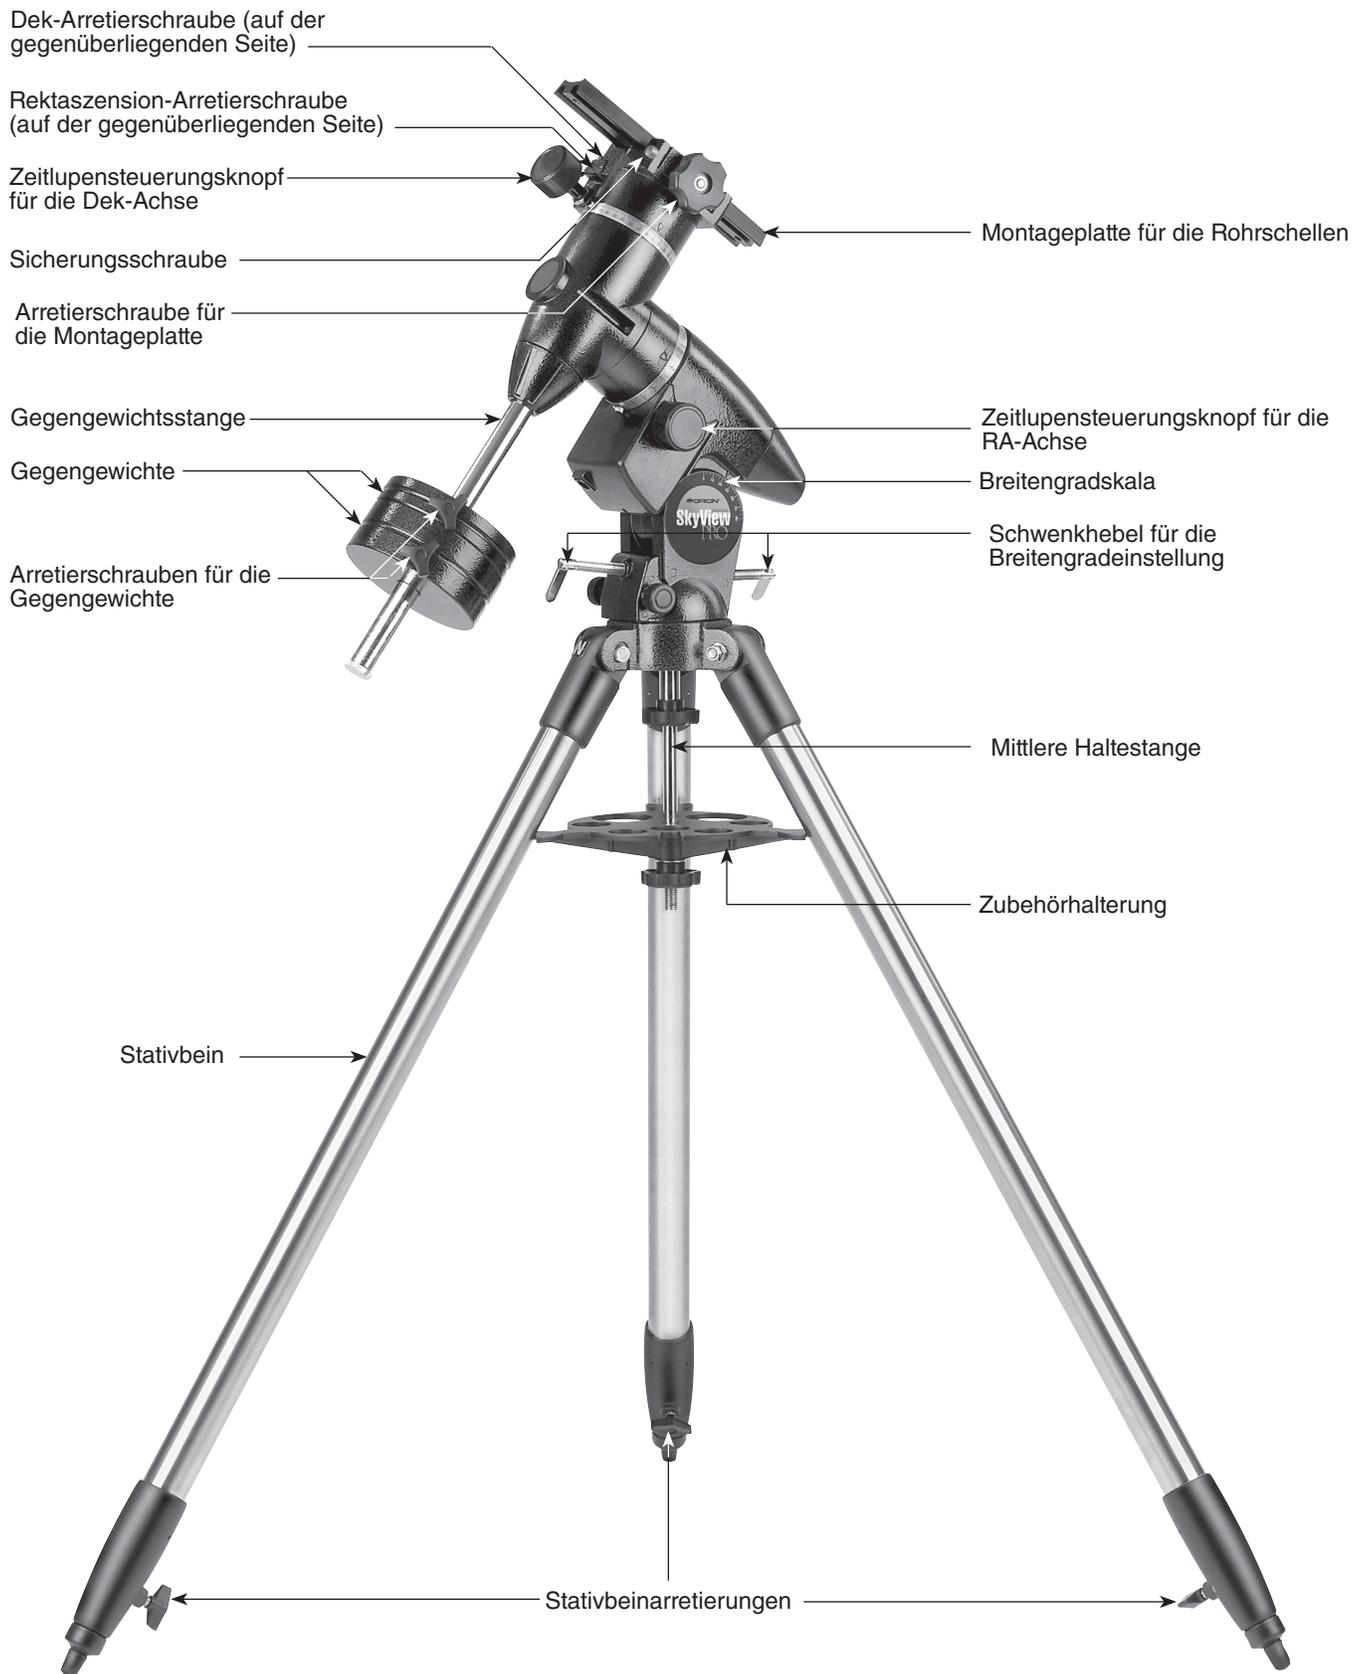

Abbildung 1. Die SkyView Pro EQ-Montierung.
4. Schrauben Sie die Schwenkhebel für die Breitengradeinstellung in die Rückseite der parallaktischen Montierung, wie in **Abbildung 1** gezeigt.
Ihre SkyView Pro EQ Montierung ist nun vollständig zusammengebaut und sollte **Abbildung 1** ähneln.